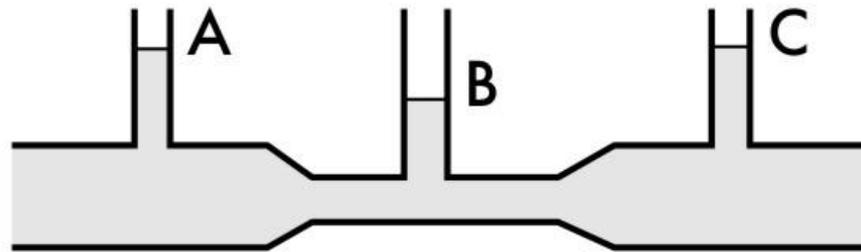

Рис. 6.4
- Это можно продемонстрировать, установив вдоль трубы ряд манометров (рис. 6.4). В соответствии с уравнением Бернулли опыт показывает, что **в манометрической трубке B**, прикрепленной к узкой части трубы, **уровень жидкости ниже, чем в манометрических трубках A и C**, прикрепленных к широкой части трубы.